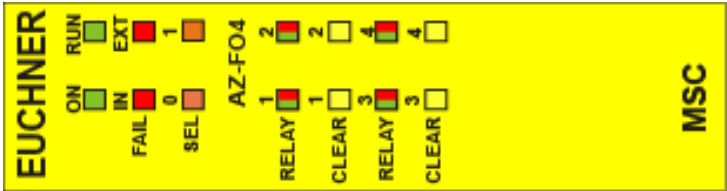

Fig. 25 :
8.3.10. Module AZ-FO4 (Fig. 25)